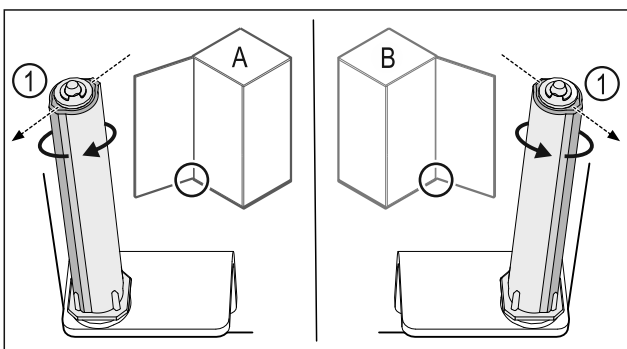

Fig. 55 Links scharnierend (A) / rechts scharnierend (B)
- Sluitsysteem tegen de weerstand in draaien tot het schot van het sluitsysteem Fig. 55 (1) naar buiten wijst.